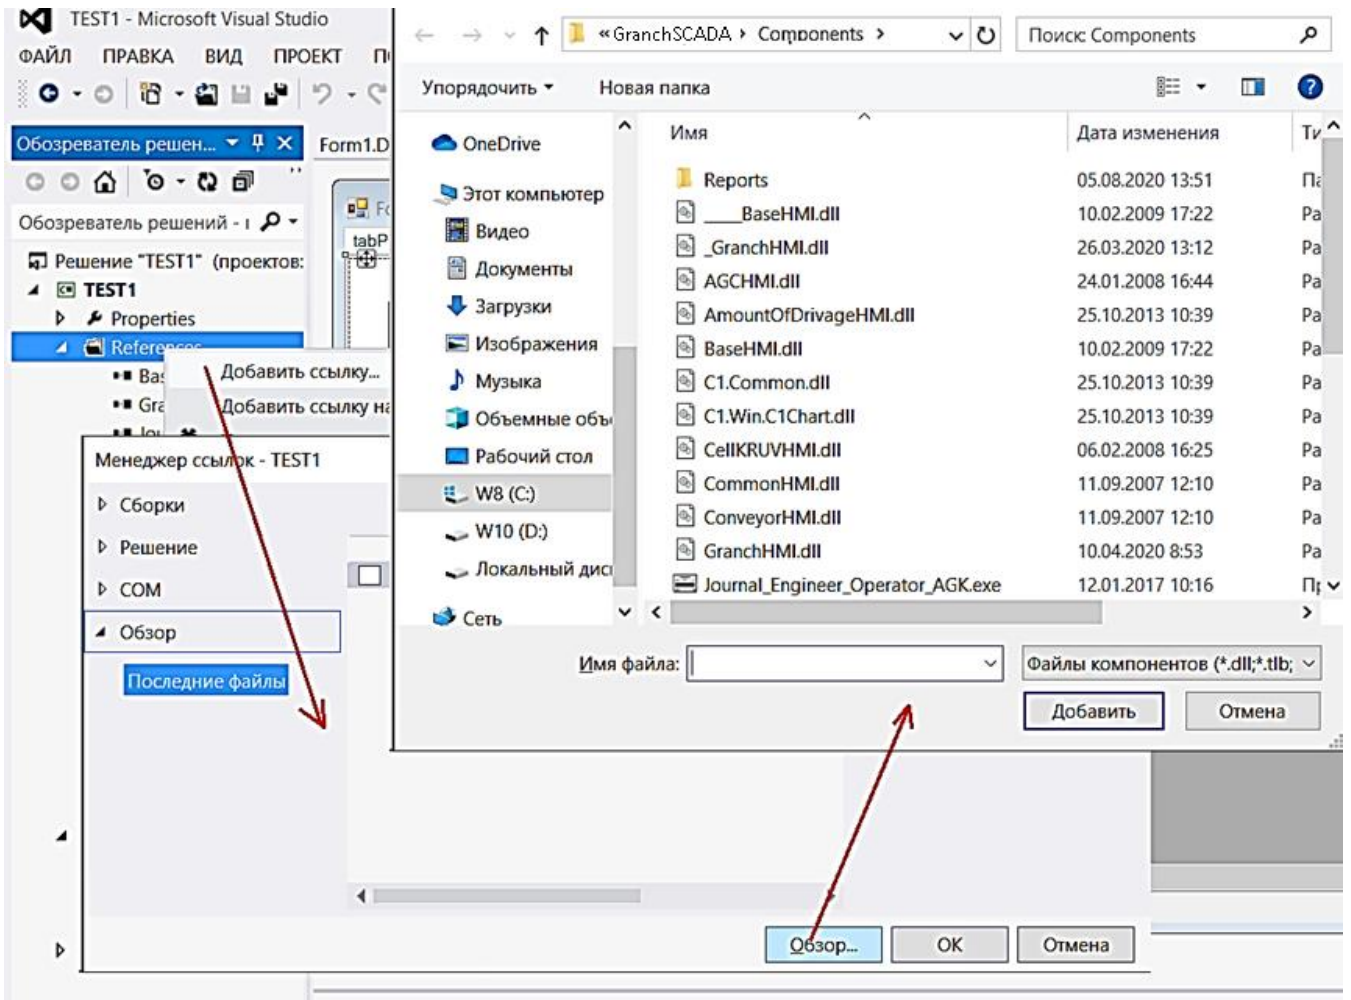

Рисунок 7 – Переход к папке c:\GranchSCADA\Components
4.1.4 В MS Visual Studio в меню «Вид» выбрать пункт «Обозреватель решений», на появившейся панели «Обозреватель решений», кликнуть правой кнопкой мыши по пункту «References» («Ссылки») и в отобразившемся контекстном меню выбрать пункт «Добавить ссылку». После чего в открывшемся окне «Менеджер ссылок» нажать кнопку «Обзор...» и в появившемся окне файлового менеджера перейти к папке **c:\GranchSCADA\Components** (рисунок 7).